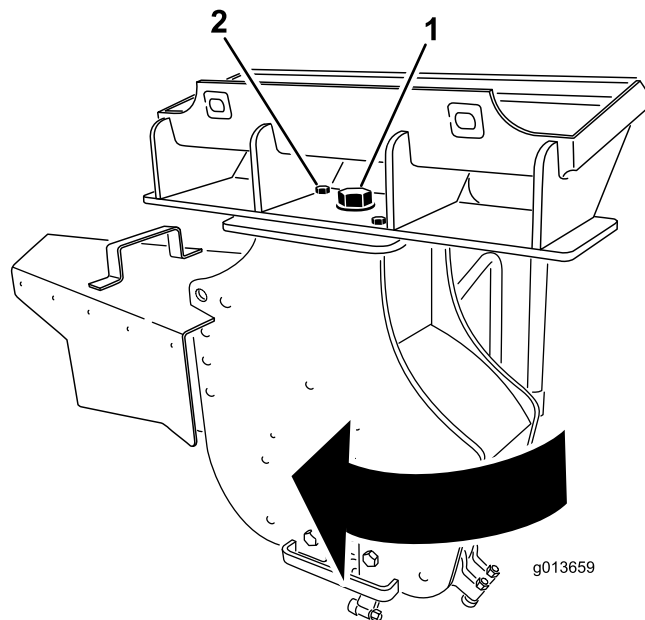

Figura 13
- Afloje el perno grande situado encima del desbastador (Figura 13).
- Retire el perno delantero y la tuerca que sujetan el desbastador (Figura 13).
- Gire el desbastador 30 grados en el sentido de las agujas del reloj (Figura 13).
- Apriete el perno grande situado encima del desbastador a 406 N·m, según se muestra en Figura 13.
- Instale el perno y la tuerca en el taladro delantero y apriételes a 101 N·m, según se muestra en Figura 13.
14. Retire el perno delantero y la tuerca que sujetan el desbastador (Figura 13).
15. Gire el desbastador 30 grados en el sentido contrario a las agujas del reloj (Figura 13).
16. Apriete el perno grande situado encima del desbastador a 406 N·m, según se muestra en Figura 13.
17. Instale el perno y la tuerca en el taladro delantero y apriételos a 101 N·m, según se muestra en Figura 13.